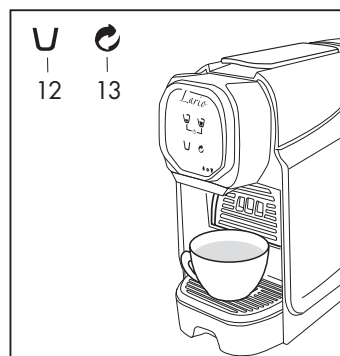

Fig. 13
- Appuyer sur le symbole (12) pour distribuer la boisson (Fig. 13) ; appuyer à nouveau sur la touche une fois que la quantité voulue est atteinte.
- Appuyer sur le symbole (13) pour activer la fonction rinçage (Fig. 13) ; appuyer à nouveau sur la touche pour arrêter la fonction.